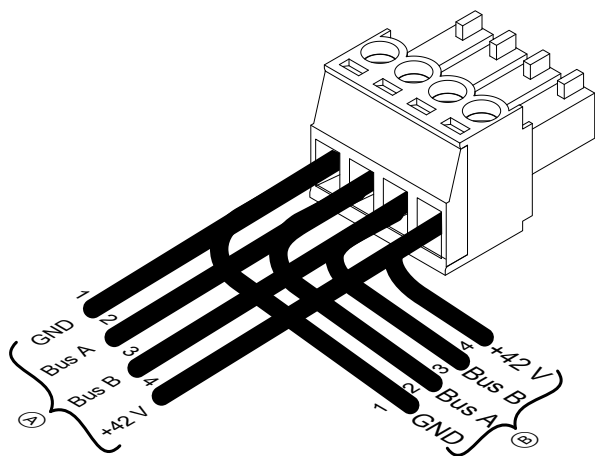

Abb. 23
- Leitungen am Stecker gemäß Abb. 23 anklemmen.